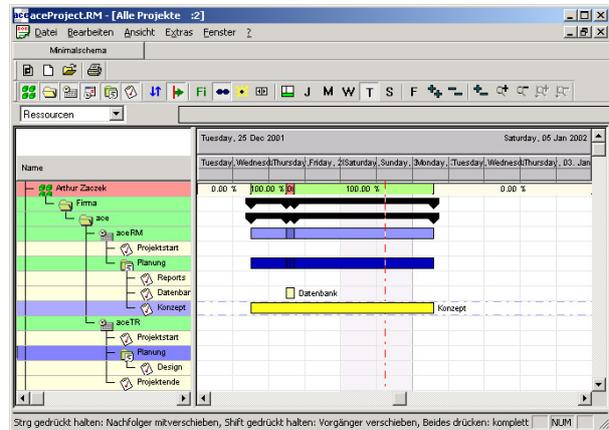

Abbildung 3: Ressourcenansicht
2. und der Ressourcenansicht (Bild 3)